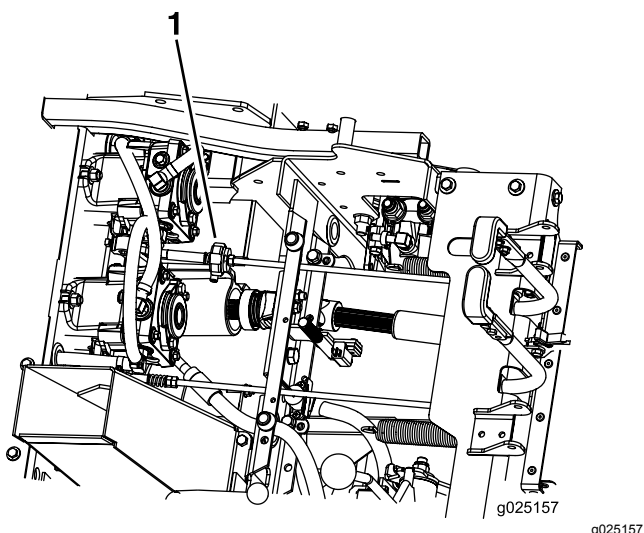

Figure 50
6. Vérifiez que la machine ne se déplace pas au point mort quand le frein de stationnement est desserré (Figure 50).